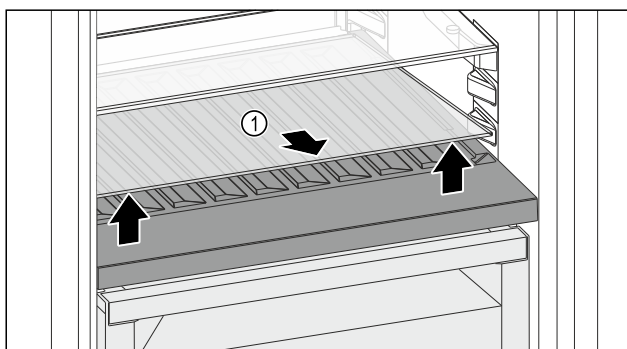

Fig. 184
- Podignite staklenu ploču Fig. 184 (1) na otvoru sprijeda i izvadite je.
- Čuvajte staklenu ploču Fig. 184 (1) na sigurnom izvan uređaja.
- Uložite staklenu ploču (2) ispod promjenjive police za boce.